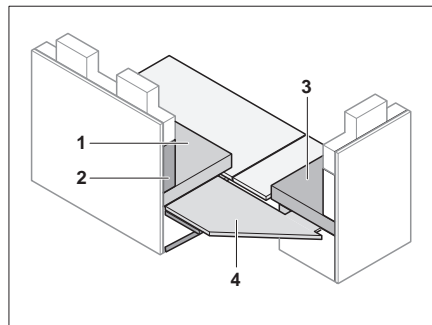

Fig. 146 Placer la plaque de renforcement
- Placer la plaque de renforcement (Fig. 146,4) sur la rallonge de la banquette.